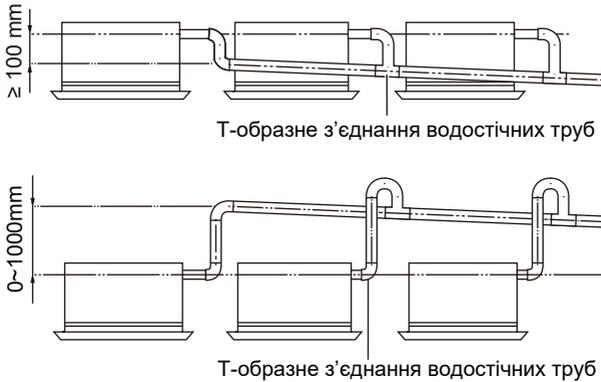

Рис.20
(3). При об'єднанні кількох дренажних труб встановлюйте труби, як рис.20. Виберіть збіжні дренажні труби, діаметр яких відповідає робочій потужності установки. (Візьміть, наприклад, установку касетного типу).